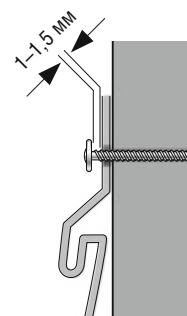

рис. 12
3. Не прикручивайте сайдинг слишком плотно. Оставьте расстояние приблизительно 1-1,5 мм между верхним краем шляпки самореза и панелью. Это необходимо для свободного расширения-сжатия, что позволит предотвратить волновой эффект (рис. 12).